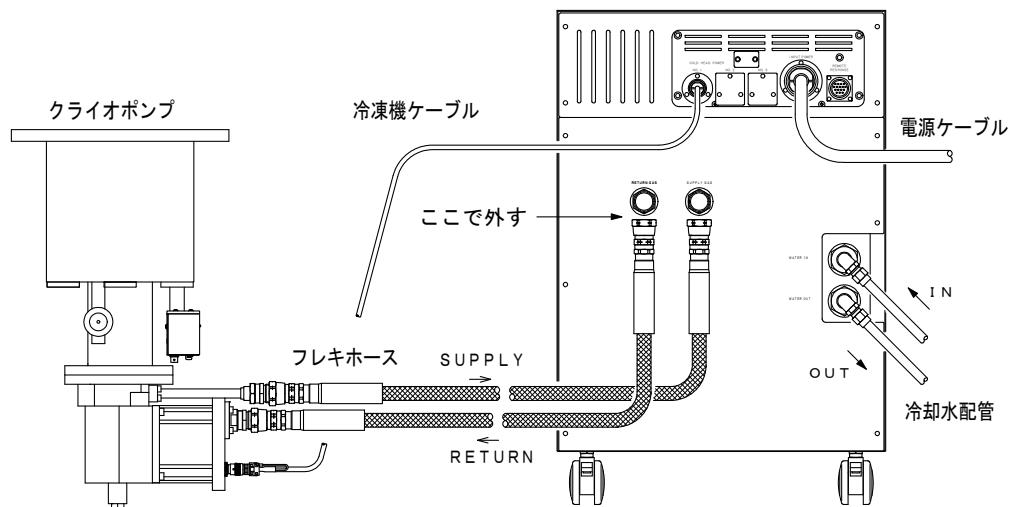

図 8-2 フレキホースの切り離し
3. 停止したらすぐに、コンプレッサユニット側の SUPPLY、RETURN のフレキホースをはずしてください（図 8-2）。